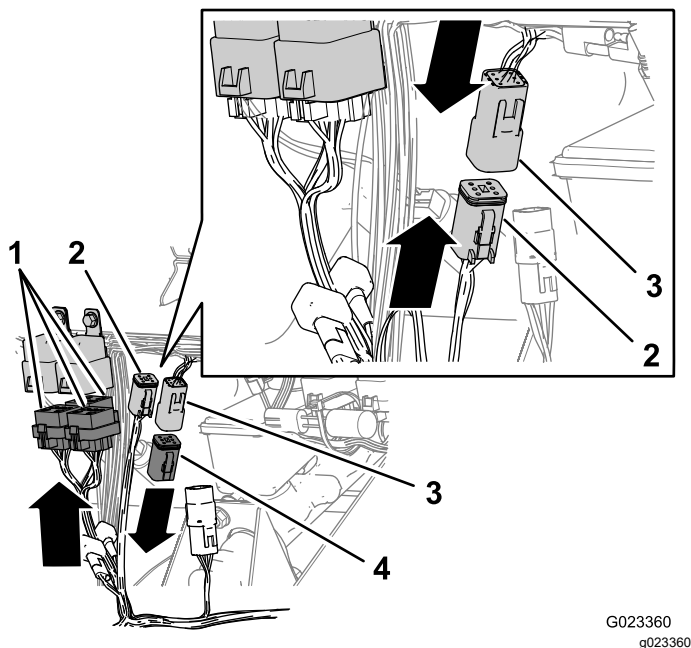

図 22
ついている枝線 図 22 を、6 リレーを取り付け
2. 5ソケットコネクタをリレーに接続する 図 22。
ついている抵抗を外す 図 22。
プ回路用の6ソケットコネクタに接続する 図 22。